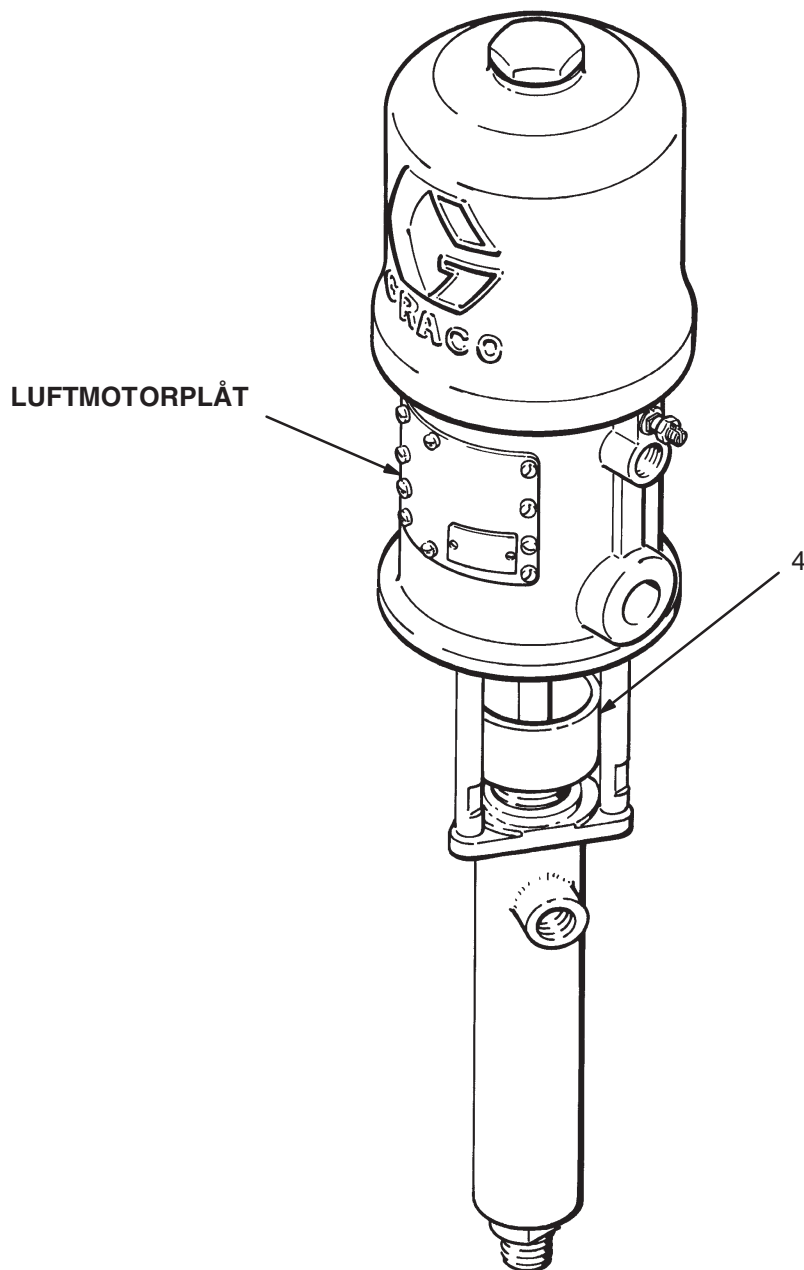

Fig. 2
Rörliga delar kan klämma eller slita av fingrar och andra kroppsdelar. Luftmotorkolven (mellan luftmotorplåtarna, P), rör sig när luft matas till motorn. Se Fig. 2. Kör därför aldrig pumpen med motorplåtarna borttagna.
Se till att tätmuttern/våtkoppen (4) är fylld med Graco halstätningvätska (TSL) eller motsvarande så förlängs tätningarnas livslängd. Justera tätmuttern varje vecka så att den är lagom åtdragen för att hindra läckage. Dra inte åt för hårt. Se Fig. 2. Följ alltid **Anvisningar för tryckavlastning** innan tätmuttern justeras.